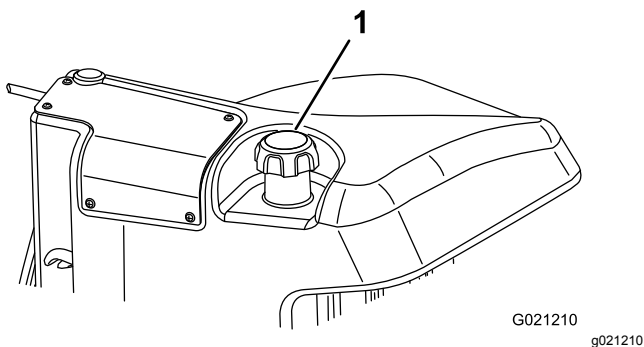

Figura 29
3. Retire el tapón del depósito de combustible (Figura 29).